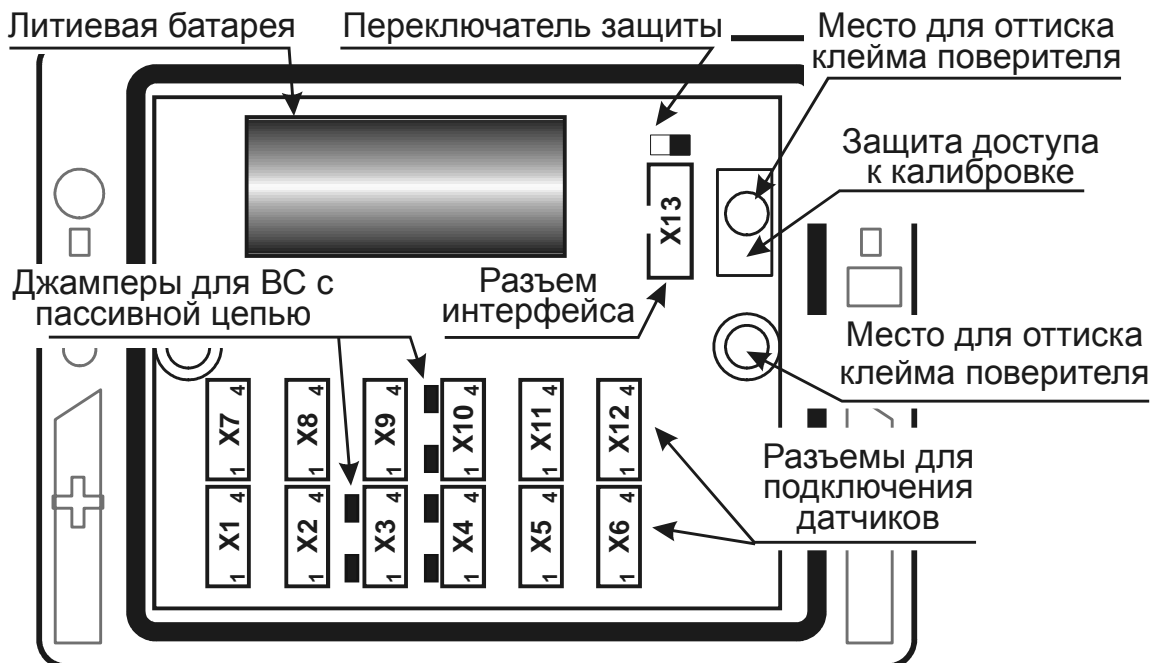
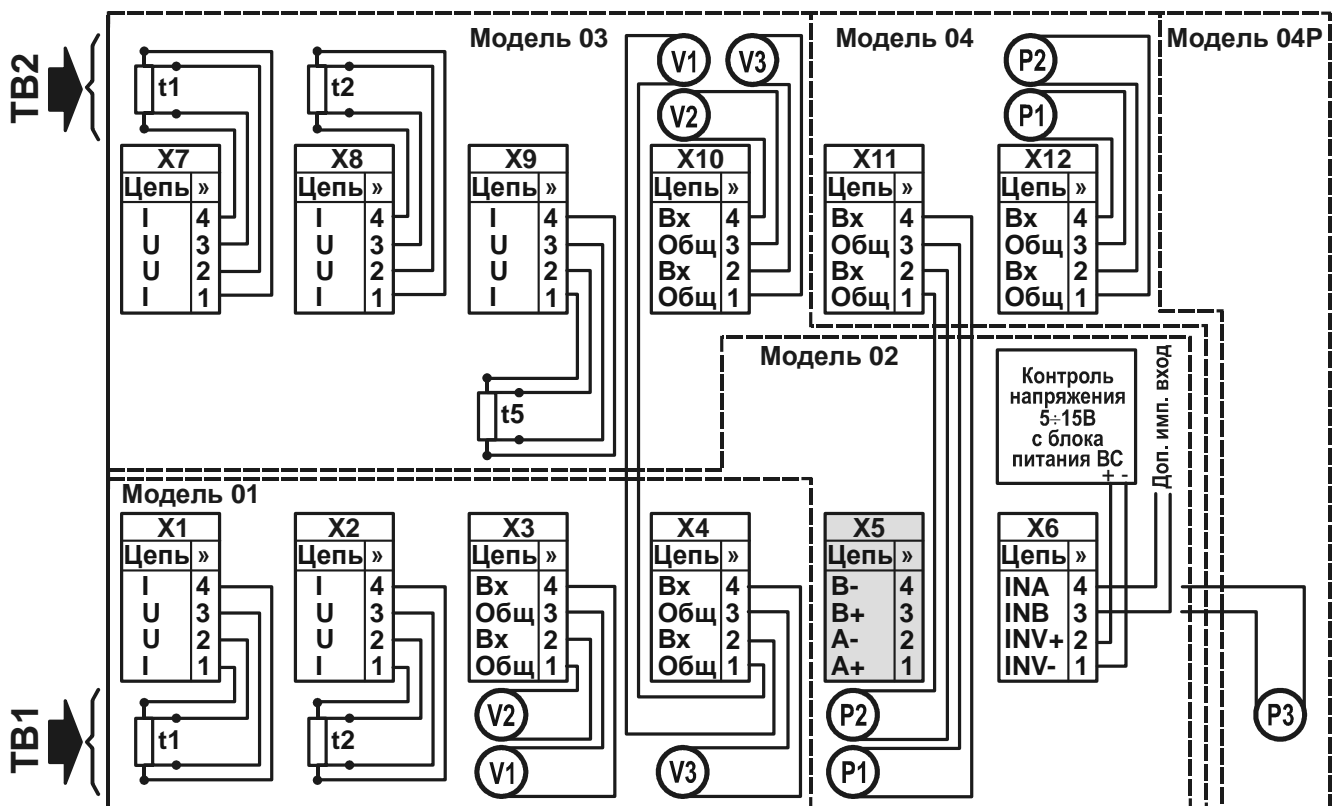

Рис. 5.3 – Вид снизу на снятую крышку ВКТ-7
Рис. 5.4 – Подключение датчиков к разъемам ВКТ-7
В случае пассивного типа выхода следует установить перемычку (джампер), показанную на рис. 5.3 слева от соответствующего разъема Х3, Х4 и Х10, а при активном – снять ее.
Разъемы для подключения внешних цепей находятся на модуле, закрепленном в крышке ВКТ-7. Размещение разъемов приведено на рис. 5.3, а схема подключения датчиков – на рис. 5.4. При поставке ВКТ-7 ответные части разъемов и джамперы установлены.
- убедиться, что левее каждого из имеющихся на модуле (установлен на крышке корпуса) разъемов X3, X4 и X10 установлены джамперы (рисунок 5.3). В противном случае джамперы следует установить, взяв их из состава поставки комплекта соединителей;
- при автоматизированной поверке убедиться, что в вычислителе установлен адаптер RS232 или универсальный адаптер RS485/RS232. В противном случае (установлен адаптер RS485 или адаптер отсутствует) следует подключить к разьему X13 (рисунок 5.3) адаптер RS232, взяв его состава поставки комплекта соединителей.